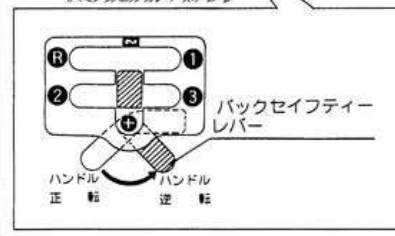

図53
- ③ 変速レバーの指示マーク案内板に取付けてあるバックセフティレバーを確実に[ロック]位置にセットしてください。高速後進は大変危険です。絶対に使用しないでください。(図53)
- ④ 回転するとき、各ワイヤ類が引っかからないように、ゆっくりおこなってください。
- ⑤ 操向クラッチを含めた各操作装置が確実に作動するのを確かめてください。